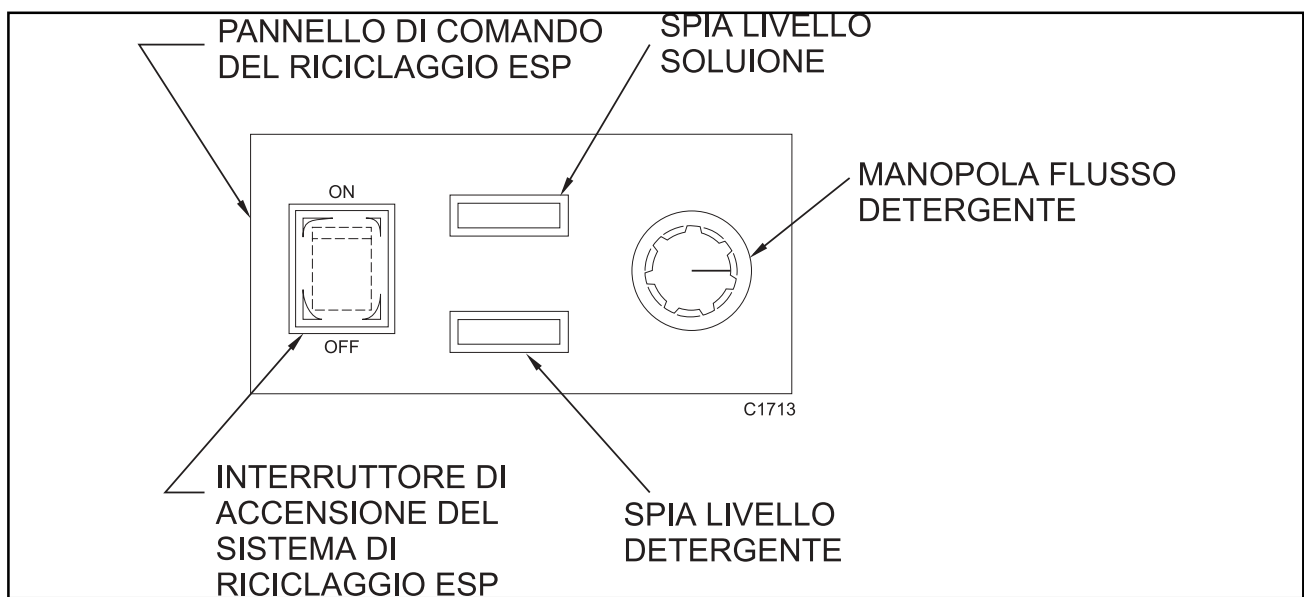

Figura 30
**PANNELLO DI COMANDO DEL RICICLAGGIO ESP** (Vedi figura 30)